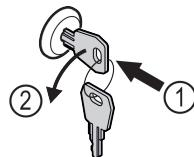

Fig. 182
- Вставьте ключ. *Fig. 182 (1)*
- Поверните ключ на 90° против часовой стрелки. *Fig. 182 (2)*